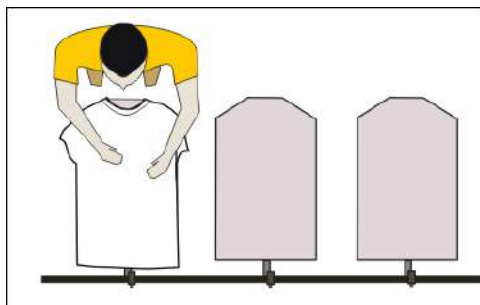

Imagen 508\_01
2. Estirarlas y suavemente posicionarlas bien centradas (Imagen 508\_01)